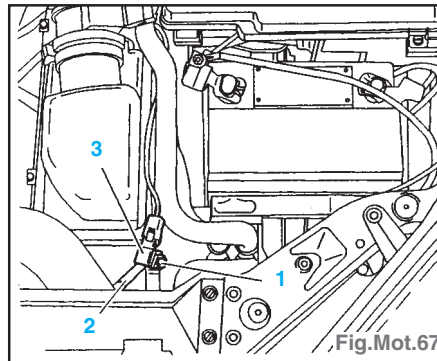
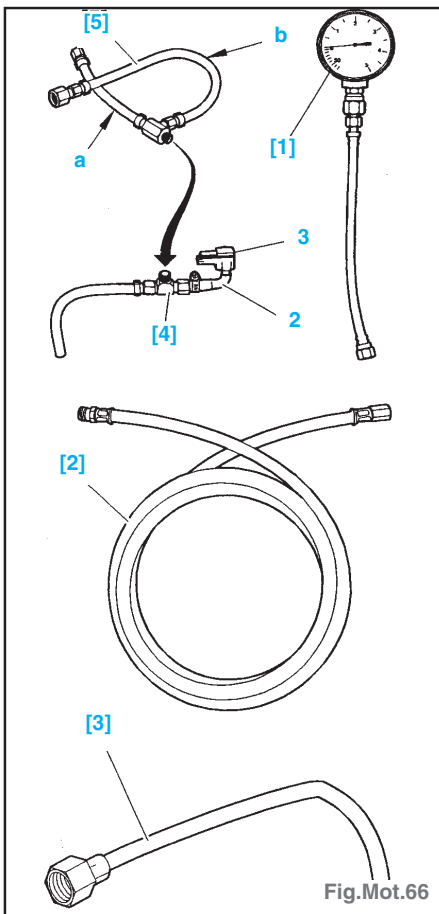

Fig.Mot.67
Fig.Mot.66
- Outils nécessaires (Fig.Mot.66) :
- Opérations préliminaires (Fig.Mot.67) :
- déposer la vis (1), désaccoupler le tube (2) et déplacer le capteur de pression (3).
- Mise en place sur le véhicule : (Fig.Mot.66).